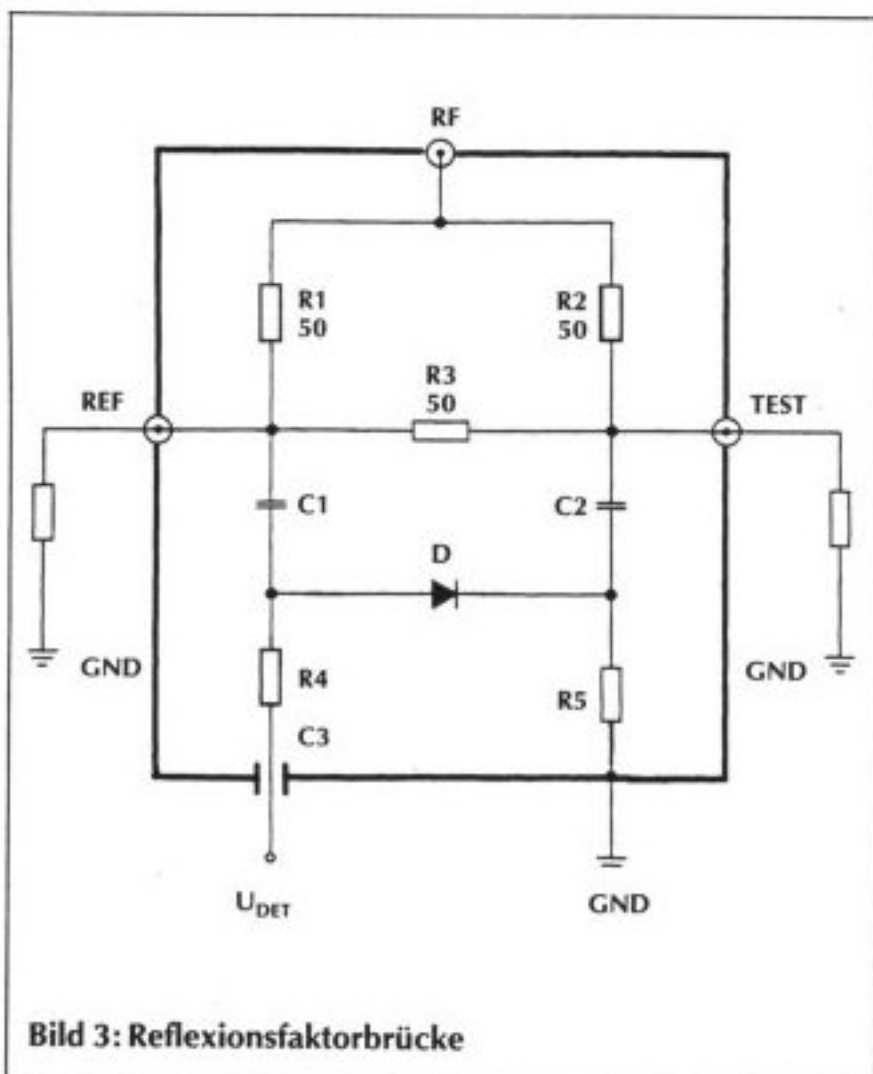

Bild 3: Reflexionsfaktorbrücke
Richtkopplerlösungen vergleichsweise gering (Bild 3). Der Detektor (D) im Nullzweig der Brücke liefert eine Spannung proportional zur „rücklaufenden“ Welle. Am Eingang (RF) schließt man einen Meß-Sender oder Tx und am Anschluß „TEST“ das Meßobjekt an. Der „REF“ Eingang wird mit einem induk-